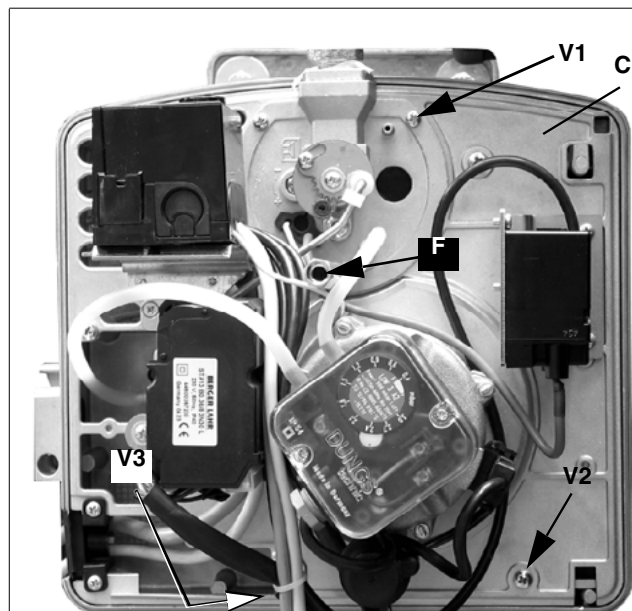

Fig. 35a
- Desmontaje, limpieza y control del cabezal de combustión (véanse Fig. 35a);